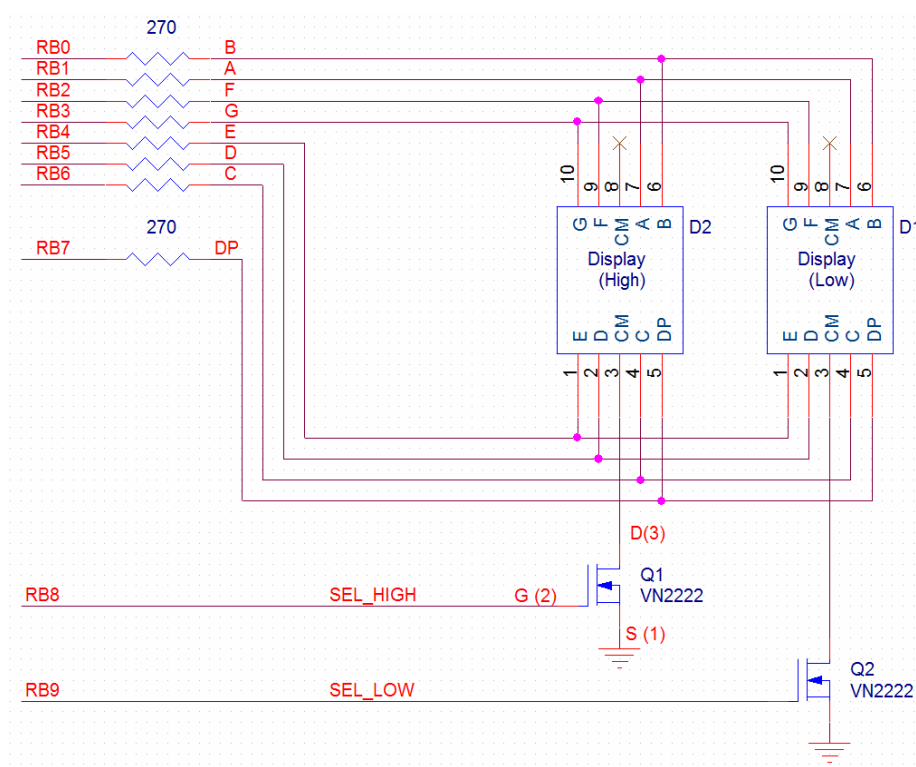

Figura 5. Ligação de dois *displays* de 7 segmentos ao porto B do PIC32.
2. Monte os 2 *displays* de 7 segmentos e os dois transístores, de acordo com o esquema da Figura 5 (mantenha os LEDs montados na aula anterior). Verifique no *datasheet* do *display* de 7 segmentos (disponível no site de AC2) qual a correspondência entre cada segmento e o respectivo pino físico. Para o transístor, verifique quais os pinos físicos correspondentes à *gate* (G), *drain* (D) e *source* (S) (note que a montagem incorrecta deste componente impede, ou limita, o correcto funcionamento do circuito de visualização).